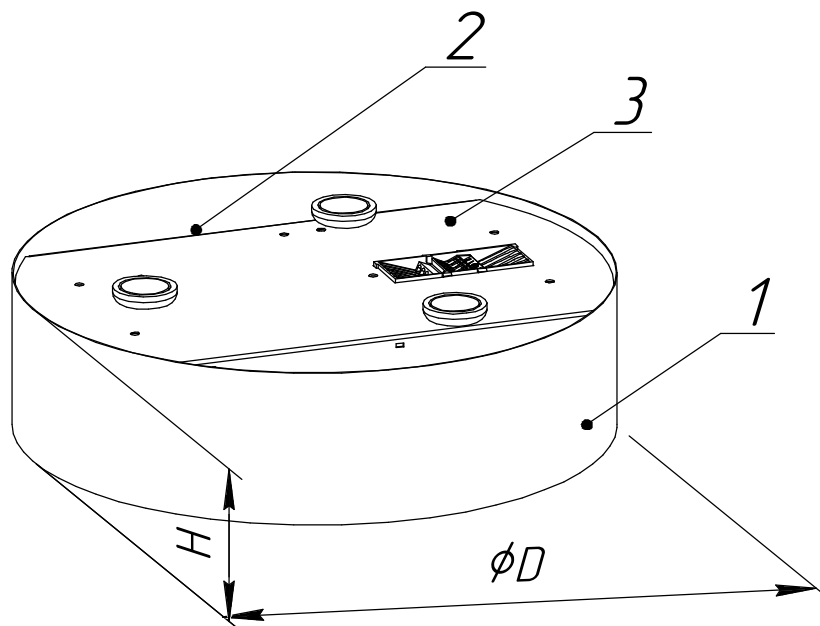

Рисунок 1 - Светильник серии ДСО33 Horizon Tab
5.15 Снимите защитную пленку с корпуса рис. 1.